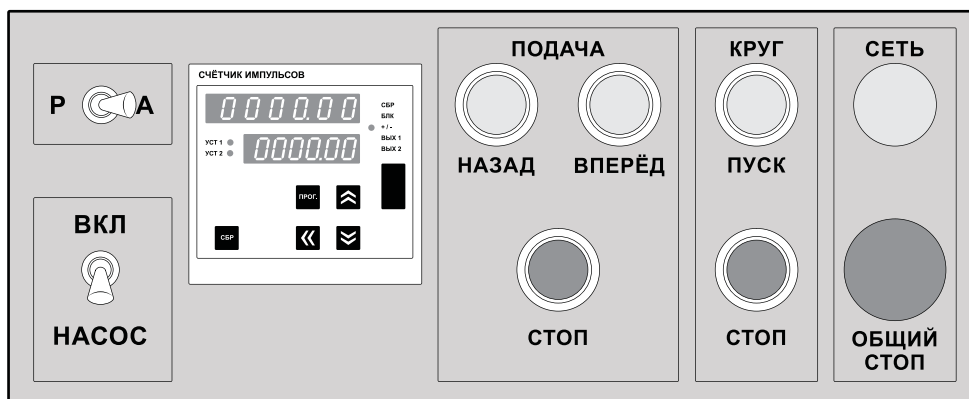

Рис. 21. Расположение узлов на панели управления станка «СДН-А+»
- Для входа в режим программирования следует нажать кнопку **ПРОГ.** (Рис. 21)